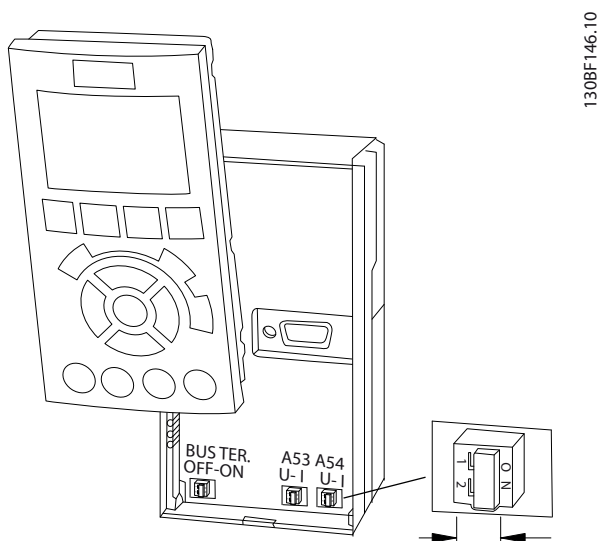

Bild 5.22 Placering av brytarna för plint 53 och 54
- En brytare (BUS TER) finns på styrkortet för bussavslutningsmotstånd. Se *Bild 5.22*.